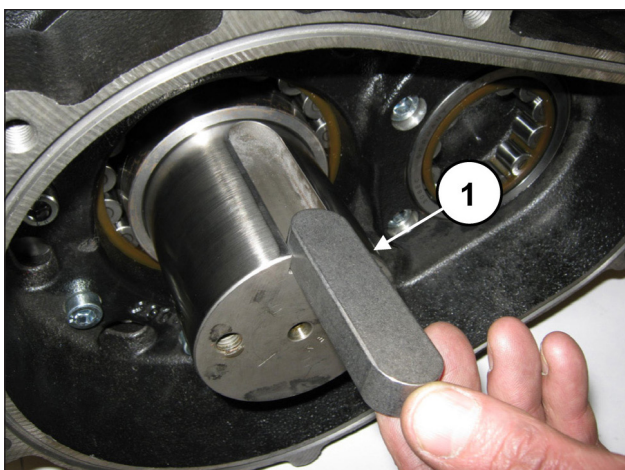
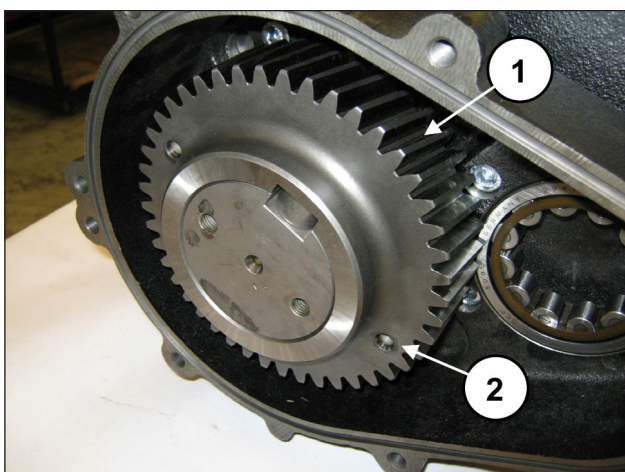

Fig. 74
Fig. 75
Aplique a lingueta 22x14x80 no local do eixo (pos. ①, Fig. 74) e insira a coroa no eixo (pos. ①, Fig. 75).
**A coroa deve ser montada, certificando-se de que os dois furos M8 (a serem usados para a extração), resultem virados para o exterior da bomba (pos. ②, Fig. 75).**